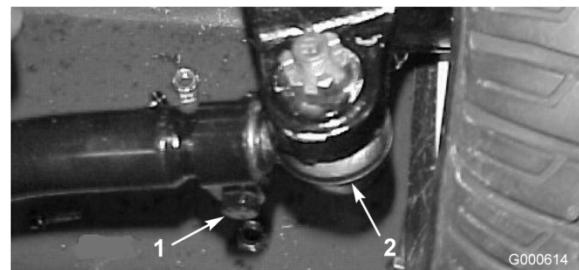

Figura 47
- Per regolare, togliete la coppiglia e il dado da uno dei giunti a sfera del tirante (Figura 47). Togliete il giunto a sfera del tirante dal supporto della scatola del ponte.
- Allentate i fermi su entrambe le estremità dei tiranti (Figura 47).
4. Girate di un (1) giro completo, verso l'interno o l'esterno, il giunto a sfera rimosso. Serrate la ghiera dal lato allentato del tirante.
5. Girate l'intero gruppo del tirante nello stesso verso (interno o esterno), di un (1) giro completo. Serrate la ghiera dal lato collegato del tirante.